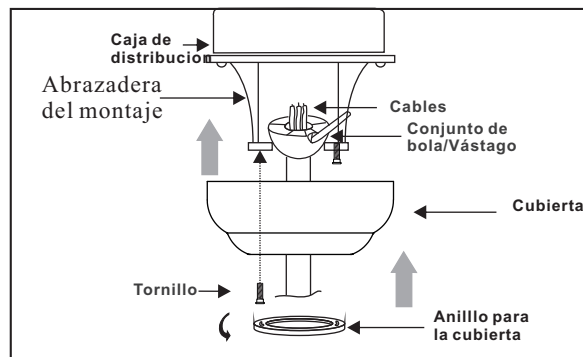

Figura 14
3. Alinea el dosel hacia arriba al techo, y termina soltar tornillo. asienta el dosel en el agujero clave y gira dosel en sentido del horario. (Figura 14)
5. Asienta el dosel por el encima del dosel y girar la cubierta del dosel en sentido del horario hasta bloqueado en correcta posición. (Figura 14)